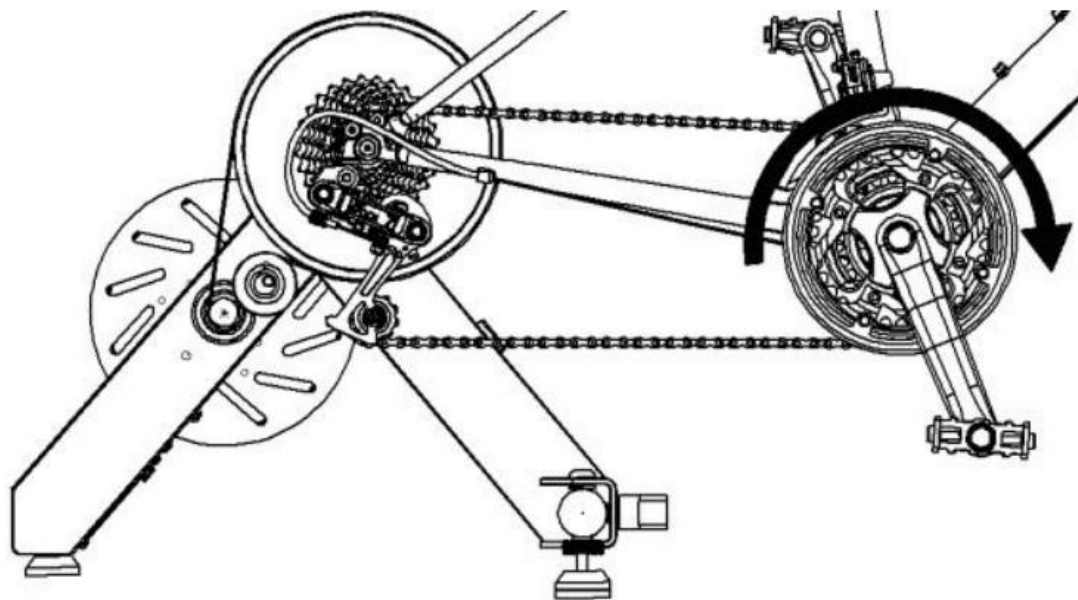

FIG 31
- Gire lentamente o pedal da bicicleta no sentido da seta indicada na (FIG 31) verificando se o sistema está perfeitamente engrenado, e também para a corrente ajustar-se ao cassete caso haja mudanças das marchas na hora da conexão com o CYCLOTRONICS.
- Gire lentamente o pedal no sentido contrário ao indicado pela seta na (FIG 31). Aqui o sistema deve girar livremente sem provocar nenhuma movimentação ao Cyclotronics. Qualquer movimentação dos sistemas de